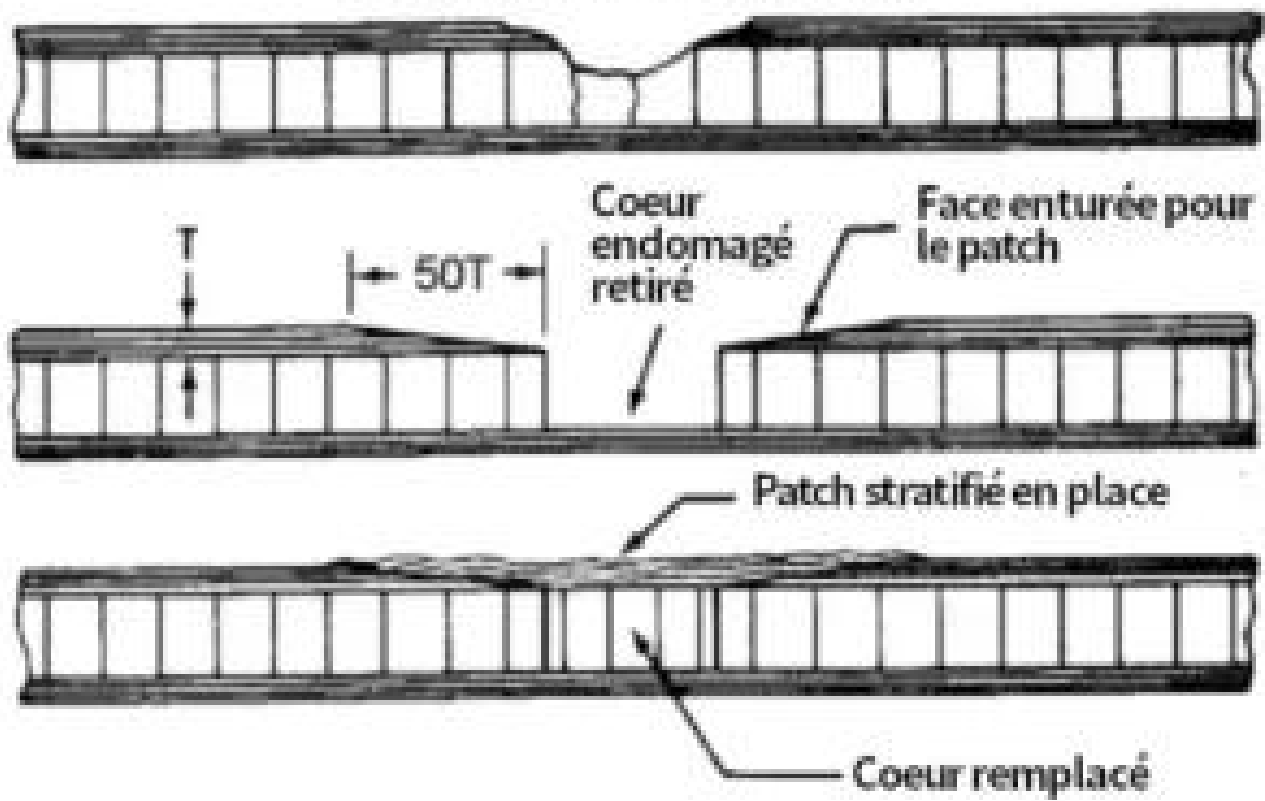
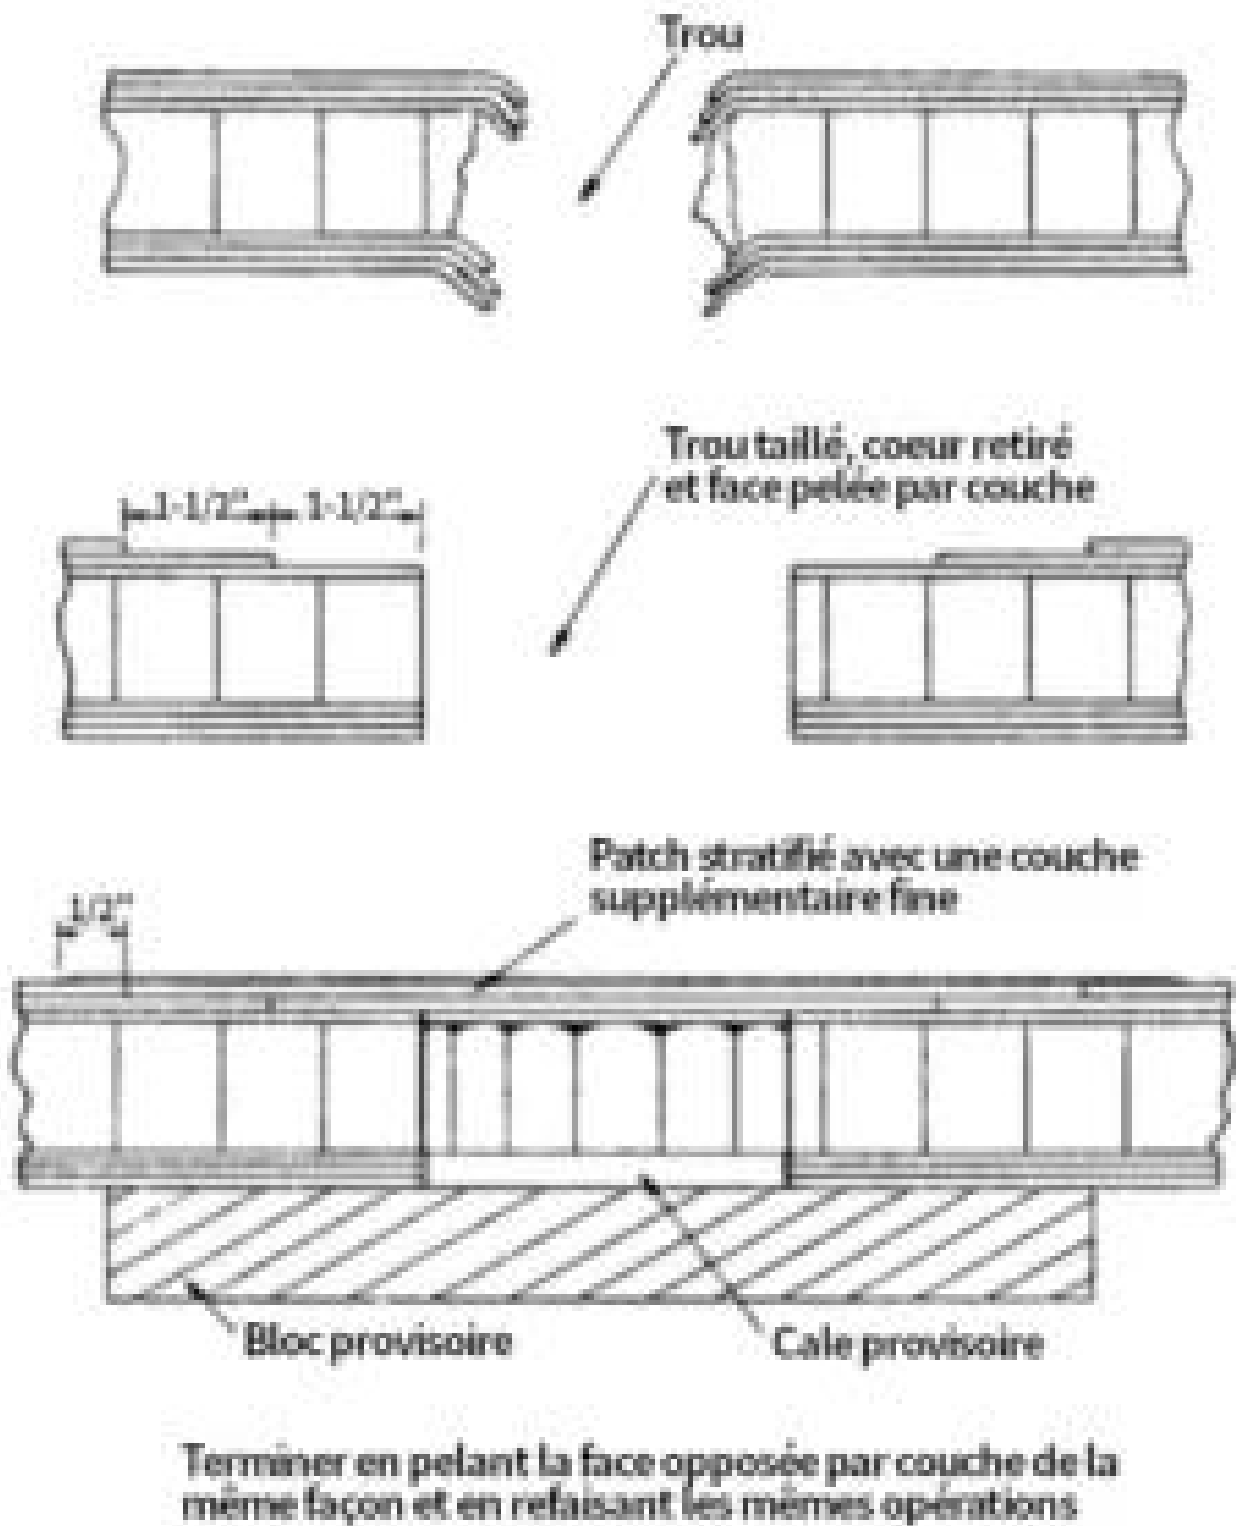

FIGURE 3-2. Réparation type du cœur et d'une face.
FIGURE3-3. Réparation type d'un joint en plusieurs étapes.
(3) Un dommage qui traverse complètement un parement et pénètre dans l'âme nécessite le remplacement de l'âme et du parement endommagés. Une méthode pour accomplir ce type de réparation est montrée à la figure 3-2. Une méthode alternative pour réparer le parement est montrée à la figure 3-3. La partie endommagée est soigneusement découpée en une forme circulaire ou ovale et le matériau de l'âme est complètement retiré jusqu'au parement opposé. Faire preuve de prudence afin de ne pas endommager le parement opposé ni d'amorcer un délaminage entre les parements et l'âme autour du dommage.